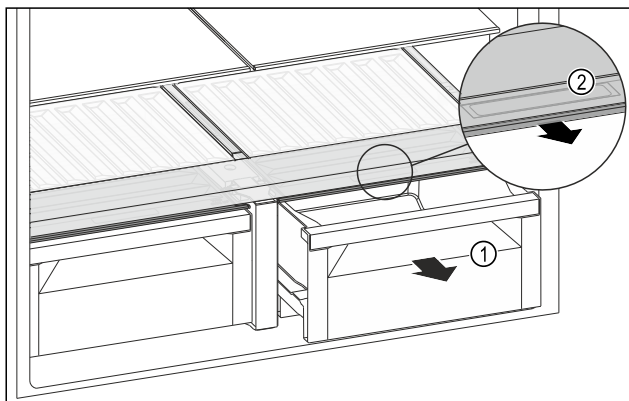

Fig. 122
- ▶ Húzza ki a fiókot Fig. 122 (1).
- ▶ Fogja meg a süllyesztett fogantyút Fig. 122 (2) a rekeszfedélen, és ezzel egy időben húzza előre felé a rekeszfedelet.